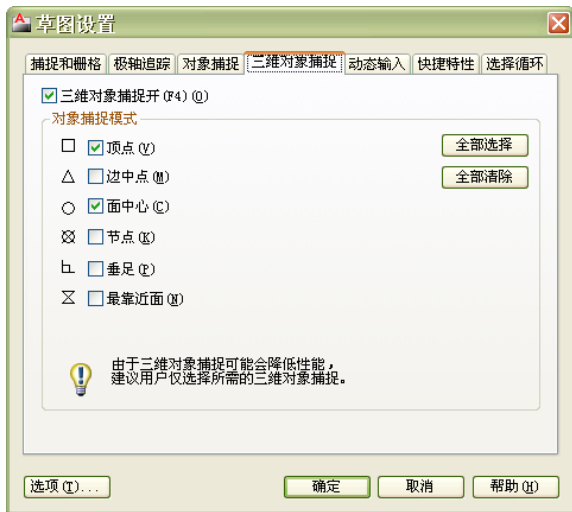

图 1-27 “三维对象捕捉”选项卡
1) 打开“草图设置”对话框，在其“三维对象捕捉”选项卡（如图 1-27 所示）中选择所需的对象捕捉模式，然后单击“确定”按钮。可按如下方法打开“草图设置”对话框的“三维对象捕捉”选项卡：